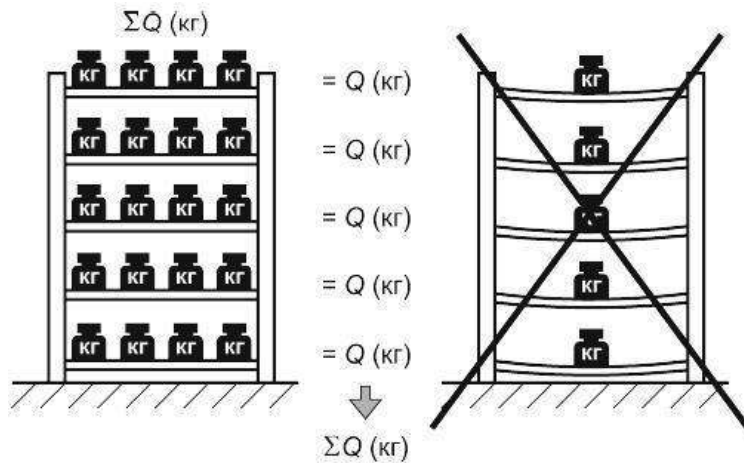

Рисунок 3 – Схема загрузки стеллажа
**Нагрузка на грузонесущие элементы стеллажа - только равномерно распределенная** (см. рисунок 3).